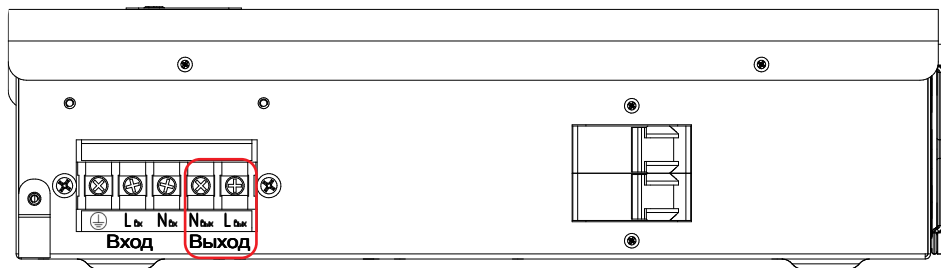

Рисунок 30. Стабилизатор Штиль IS5000. Выводы «Выход N-L»
- у моделей IS5000 и IS7000 к выводам «Выход N-L» (**рисунок 30 и 31**);